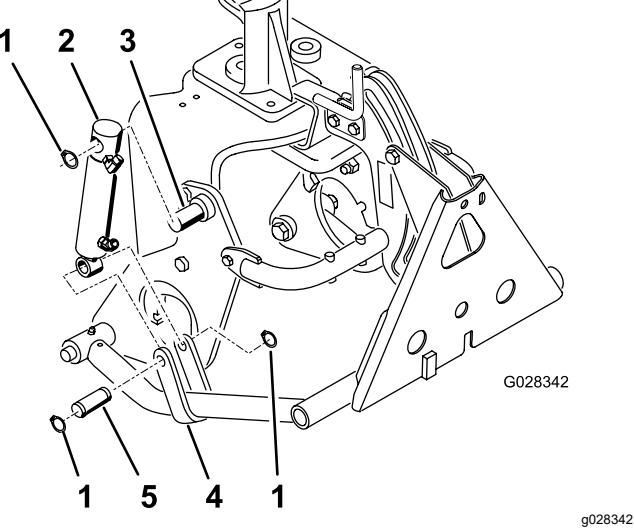

Рисунок 18
- Установите верхнюю часть гильзы гидроцилиндра на штифте на правой плужной пластине с помощью стопорного кольца (Рисунок 18).
- Установите шток цилиндра на скобах толкающего рычага с помощью штифта и 2 стопорных колец (Рисунок 18).